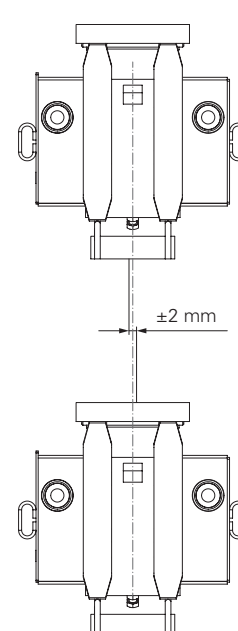

Fig. A3.32
- Dispositivo di sospensione II: ± 2 mm (Fig. A3.32)